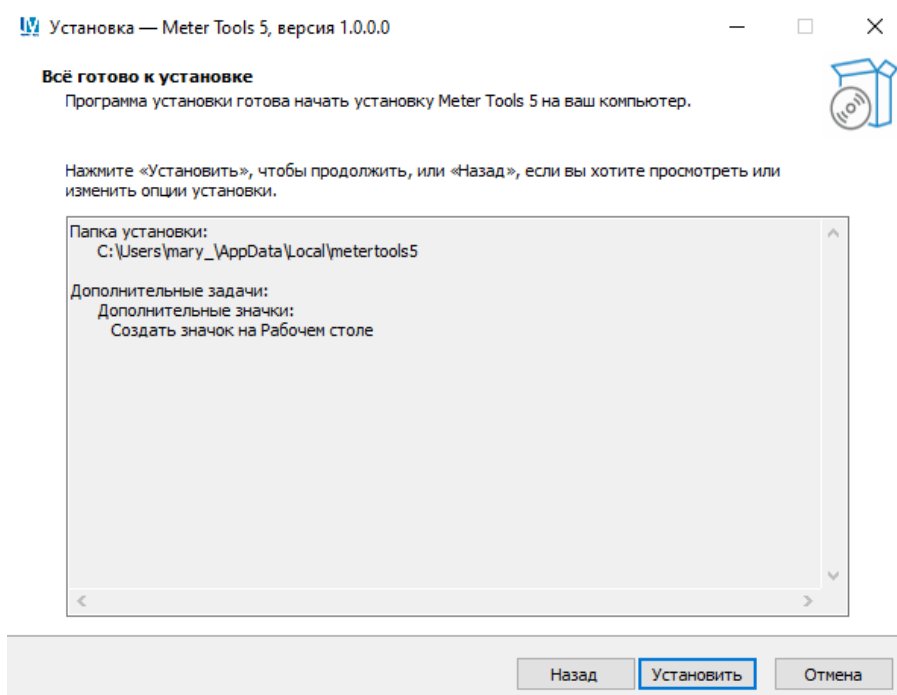

Рисунок 5 – Инициализация установки
- цифры в круглых скобках в тексте после номера рисунка, например: см. рисунок 5 (1), означают порядковый номер шага на рисунке при выполнении того или иного действия.
11. Нажмите кнопку **Установить**, см. рисунок 5.